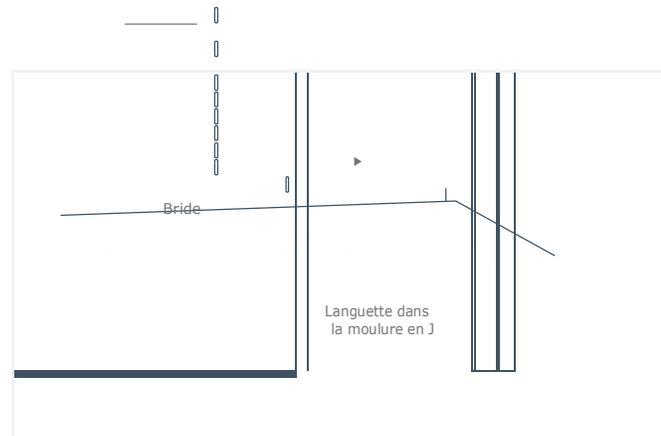

Fig. 11
4. Coupez le premier panneau à la longueur requise pour le premier rang. Placez le panneau avec le côté languette dans la moulure de coin et le côté rainure (bride de vissage) tourné vers l'extérieur du mur (Fig. 11). Assurez-vous que le panneau est parallèle au mur extérieur avant de le fixer. Laissez un espace de 1/8 po entre le côté languette du panneau et la moulure adjacente. Fixez le panneau au moins une fois tous les 24 po c/c avec les attaches recommandées.